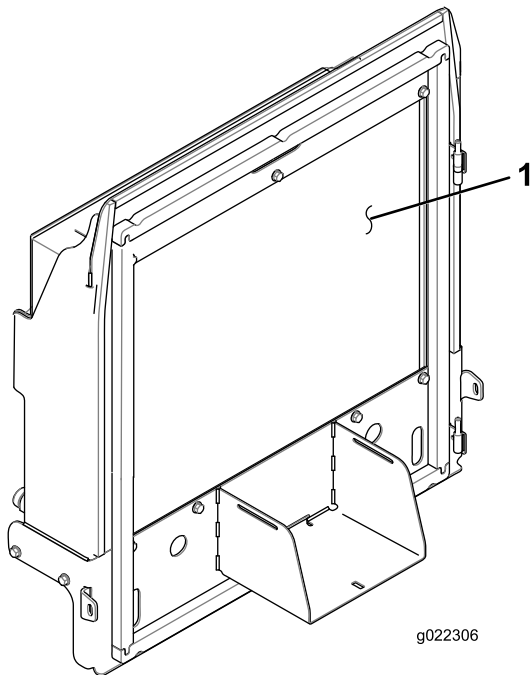

Bild 70
4. Reinigen Sie beide Seiten des Kühlers bzw. Ölkühlers (Bild 70) gründlich mit Druckluft.